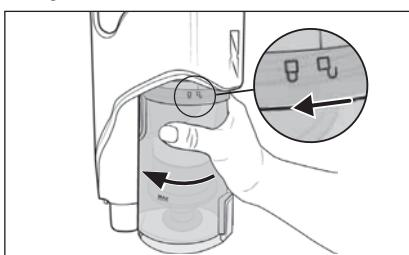

Fig. 22
- For at fjerne smudsbeholderen 7 fra produktet skal du dreje den i retning af symbolet □ (åbn), indtil den kan løsnes fra produktet (se fig. 22).